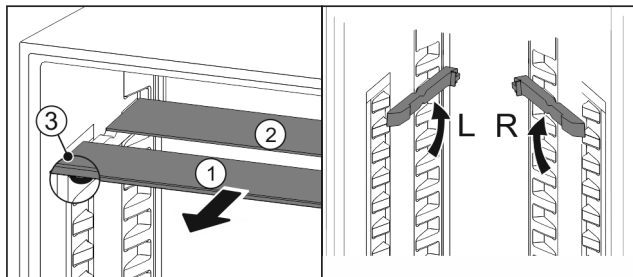

Fig. 124
- Skleněné desky jednotlivě vytáhněte dopředu Fig. 124 (1).
- Skleněná deska Fig. 124 (1) s ozdobnou lištou leží vpředu.
- Zarážky Fig. 124 (3) směřují dolů.